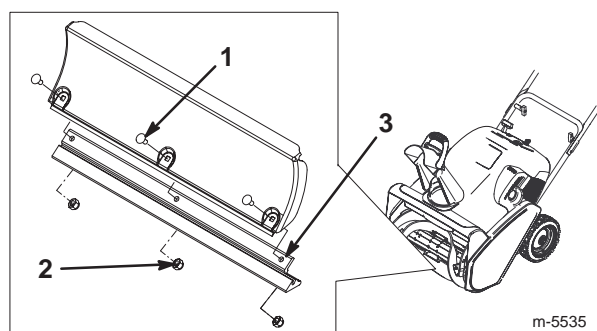

Figure 23
5. Enlevez les trois vis de carrossier et les contre-écrous de fixation de la lame racleuse (Fig. 23).